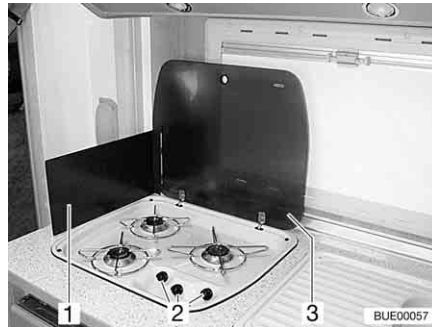

Fig. 152 Fornello a gas
- Aprire la copertura del fornello a gas (Fig. 152,3).
- A seconda del modello, ribaltare o posizionare la lastra proteggifiamma (Fig. 152,1).
- Ruotare il pomello girevole (Fig. 152,2) dell'impianti a fiamma libera desiderato in posizione accesa (fiamma alta).